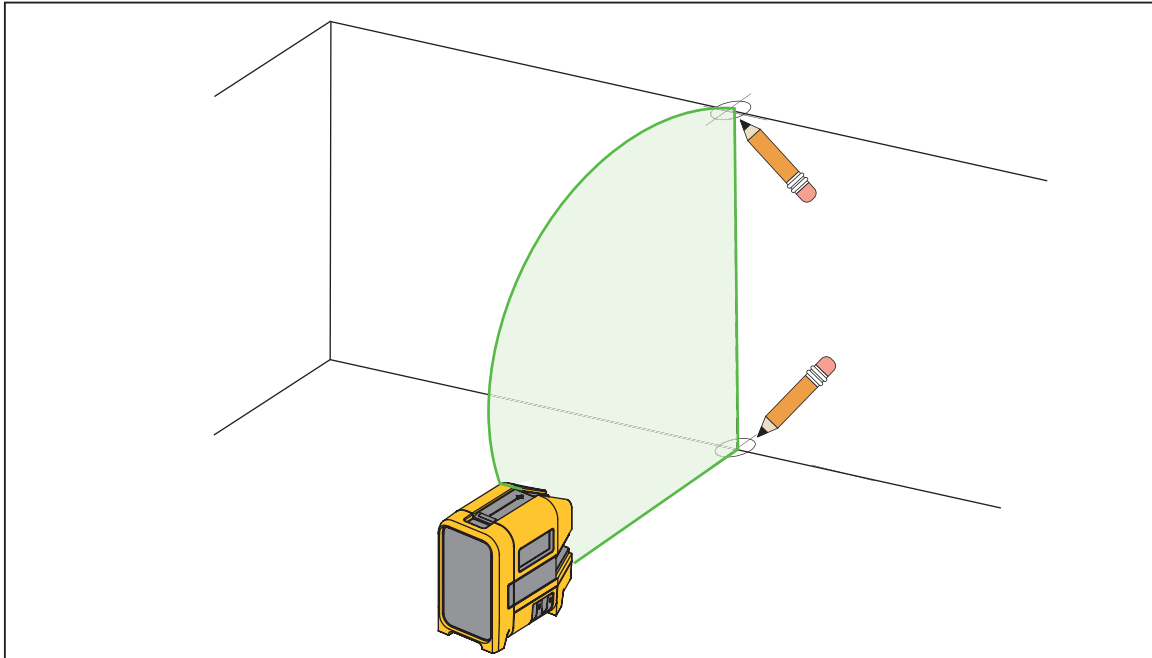

Figure 3. Nouvel alignement vertical
2. Mettez sous tension le laser vertical et pointez le laser vers la zone cible. Voir la figure 3.